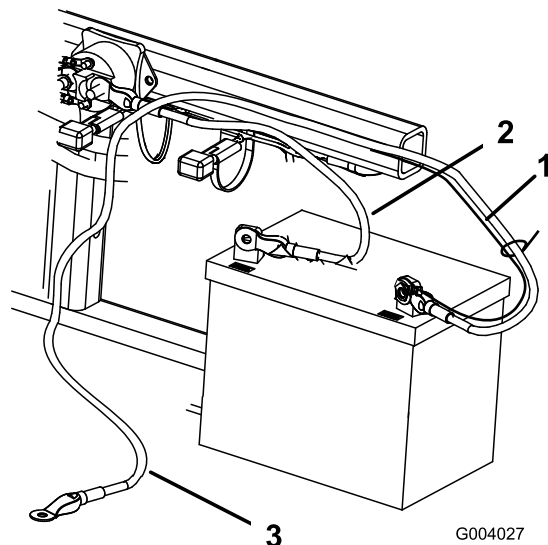

図 5
ト（1/4 x 5/8 inch）とロックナット（1/4 インチ）を使って取り付ける（図 5）。
2. ボルト（1/4 x 5/8 inch）とロックナットで、赤いプラス（+）ケーブルをバッテリーのプラス（+）端子に固定する（図 5）。